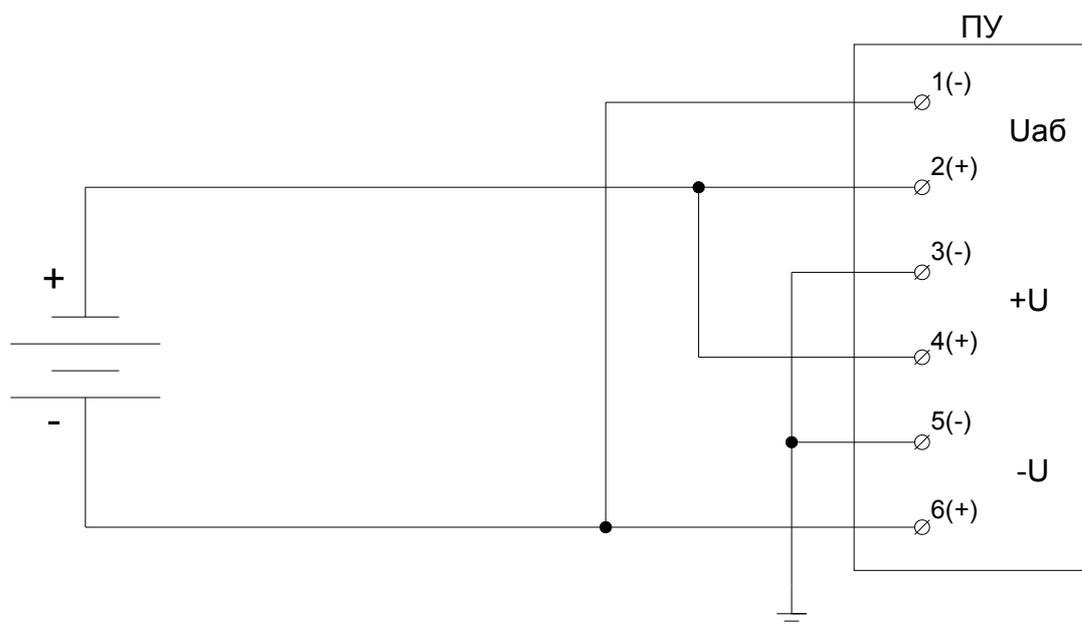

Рисунок 18 Схема подключения цепей напряжения постоянного тока
5.4.5.10 Входы аналоговых сигналов для измерения напряжения постоянного тока подключить в соответствии со схемой рисунок 18 или 19